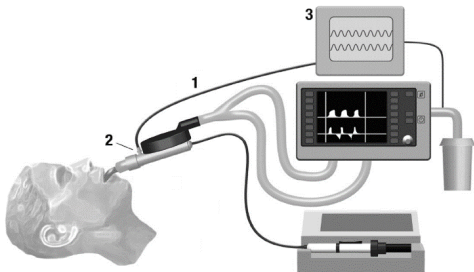

图 1
1. 将气体采样管线 (1) 连接到 Sedaconda ACD 气体监测仪采样口 (2)，如图 1 所示。顺时针旋转鲁尔接头以确保连接处没有气体泄漏。
2. 将气体采样管线 (1) 连接到呼吸气体监测仪 (3)。顺时针旋转鲁尔接头以确保连接处没有气体泄漏。